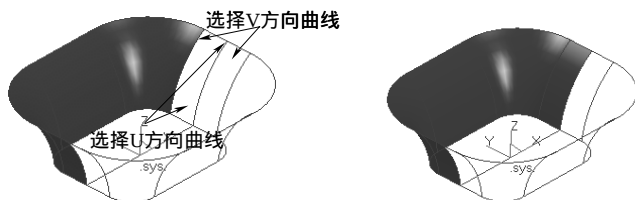

图 6-67 创建网格面 2
6) 选择下拉菜单“造型”→“曲面生成”→“网格面”命令,或者单击“曲面生成栏”工具栏上的“网格面”按钮,拾取空间曲线为 U 向截面线,单击鼠标右键结束,拾取空间曲线为 V 向截面线,单击鼠标右键结束,完成操作,如图 6-67 所示。